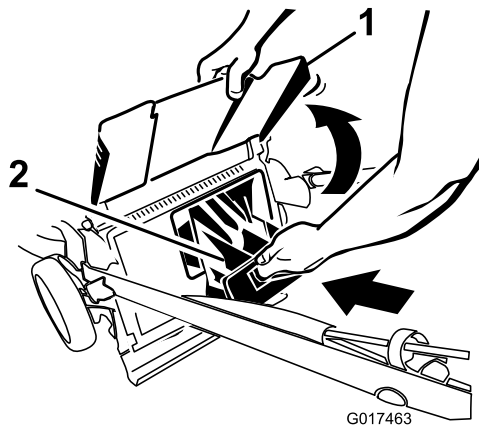

Figura 29
4. Instale el tapón de descarga trasera (Figura 29).